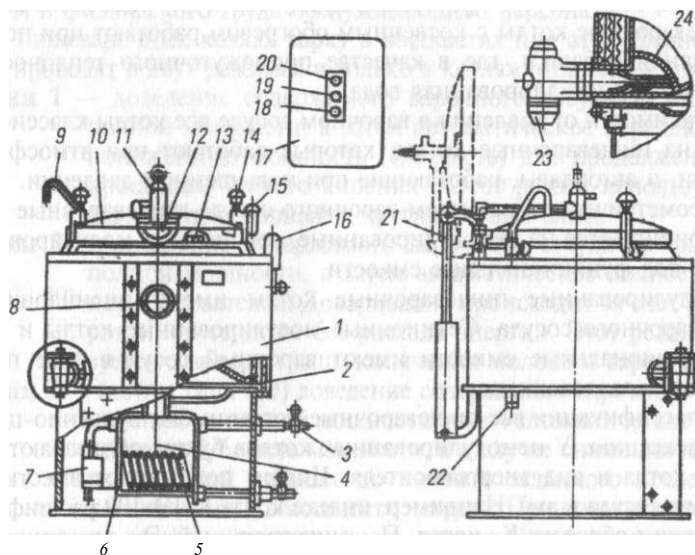

Рис. 9-1. Котел пищеварочный электрический КПЭ-100.
**Котел пищеварочный электрический опрокидывающийся КПЭ-100 (рис. 9-1).** Он представляет собой сварную конструкцию, состоящую из цилиндрического варочного сосуда, наружного котла, покрытого теплоизоляцией и облицовкой.